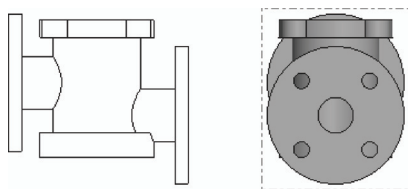

图 14-34 插入辅助视图
STEP 04 移动鼠标指针至图形右方的合适位置，单击鼠标左键，即可插入辅助视图，如图 14-34 所示。